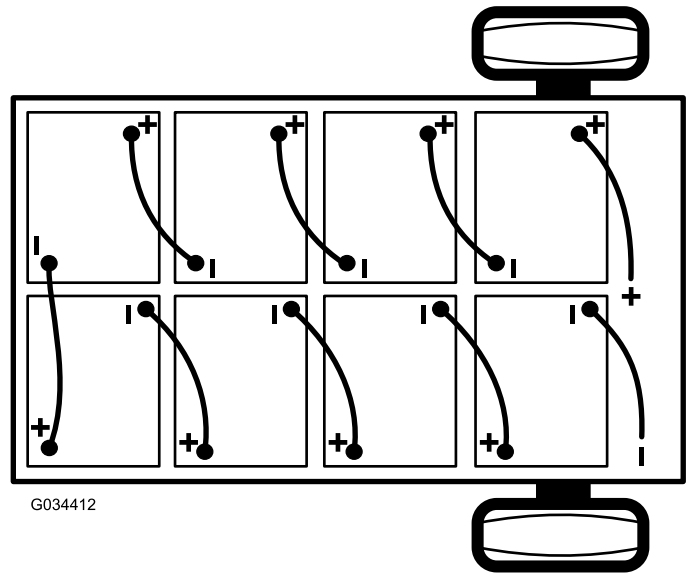

Figura 39
2. Desconecte el cable negativo principal (negro) de las baterías que conecta el banco de baterías a la conexión de tierra de la máquina (Figura 39).
3. Desconecte el cable positivo principal de la batería (rojo) que conecta el banco de baterías al contactor principal de la máquina (Figura 39).
- Nota:** Preste atención a la polaridad de las baterías al instalar las baterías nuevas (Figura 39).
6. Conecte las baterías entre sí como se muestra en Figura 39 con los cables de interconexión de las baterías que retiró en el paso 1.
2. Conecte el cable positivo principal de las baterías (rojo) entre el banco de baterías y la máquina (Figura 39).
3. Conecte el cable negativo principal de las baterías (negro) entre el banco de baterías y la máquina (Figura 39).